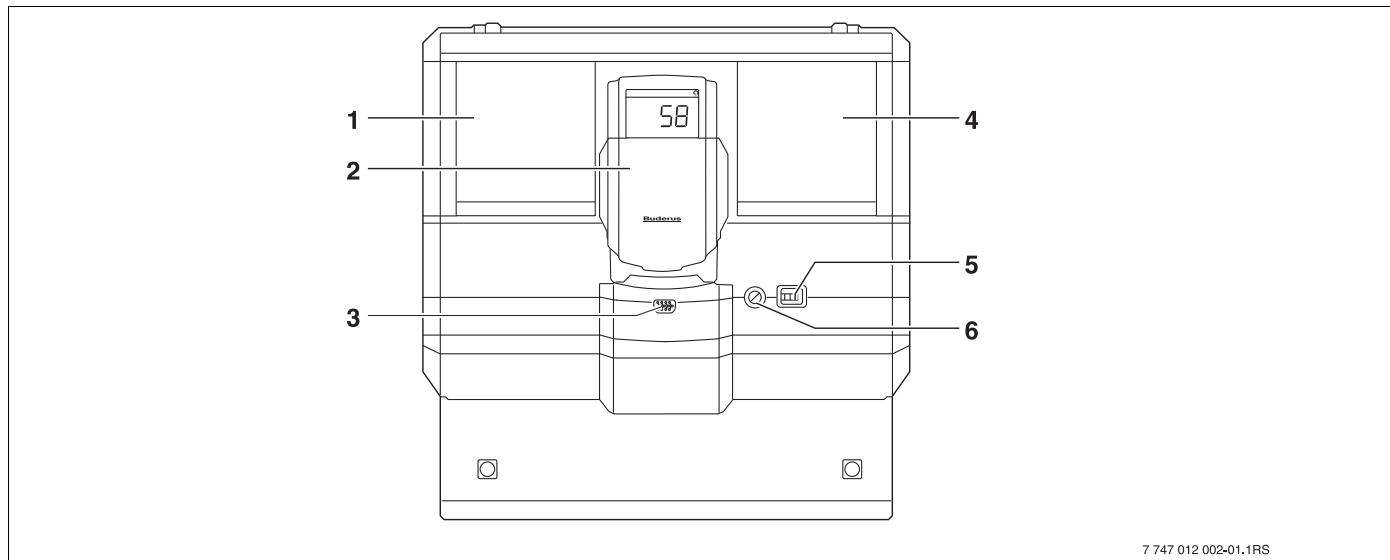

Рис. 4 Элементы управления (на примере Logamatic 4122)
- Включите систему управления, для чего переведите пусковой выключатель в положение "I" (→ рис. 4, [5], стр. 13).
- Включите систему управления, для чего переведите пусковой выключатель в положение "0" (→ рис. 4, [5], стр. 13).